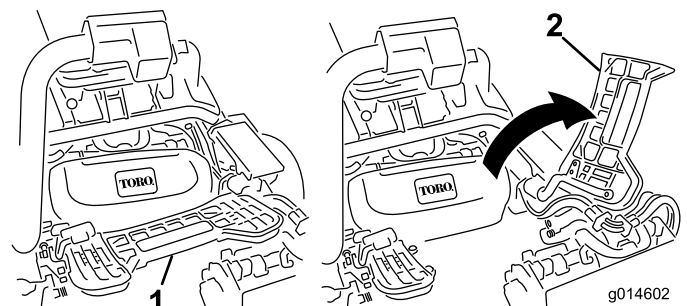

図 31
1. フットレストを跳ね上げて開き、中央カッティングユニット取り付け位置へのアクセスを確保する（図 31）。